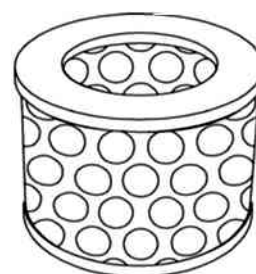

Fig. 1
- Le filtre à air (Figure 1) ne doit pas présenter de trous et être de couleur blanche.